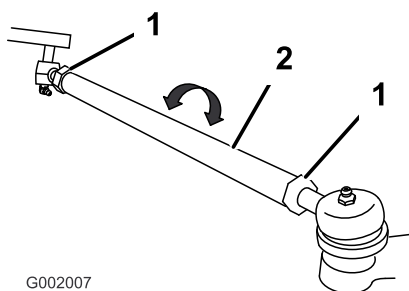

Figure 55
5. Si les mesures sont hors spécifications, desserrez les écrous de blocage aux deux extrémités des biellettes (Figure 55).